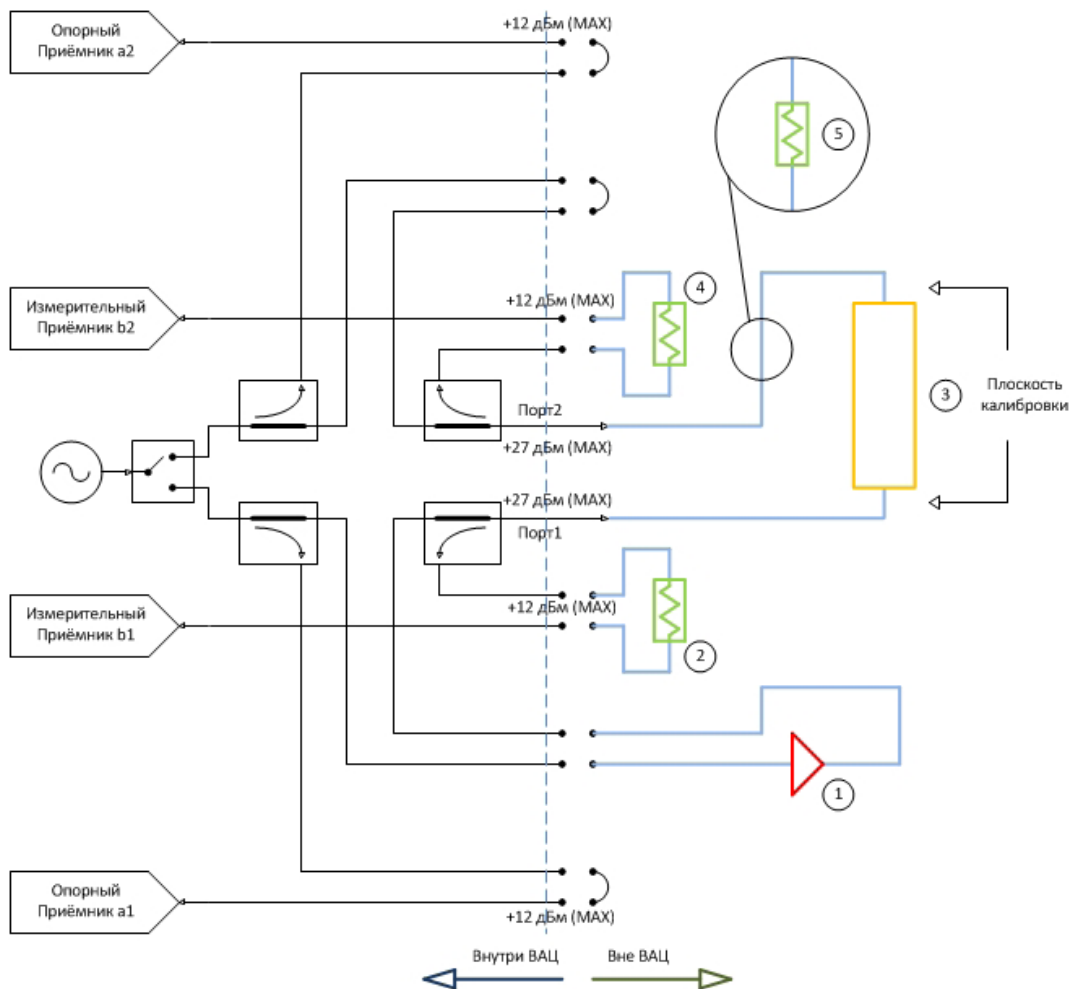

Рис. 4. Схема измерения с опцией «ДПА» (указаны предельно допустимые уровни входных сигналов для каждого порта):
Для измерения коэффициента отражения ИУ, для которых необходим уровень входной мощности выше 10 дБм, необходимо использовать схему измерения, приведенную на рис. 4. Зондирующий сигнал ВАЦ проходит через усилитель (1), внутренний направленный ответвитель и попадает на вход ИУ (3), затем на второй измерительный приемник. Если уровень выходного сигнала ИУ превышает входной уровень линейного режима работы приёмника ВАЦ (10 дБм), то необходимо установить аттенюатор (4), а если превышает предельно допустимый уровень входного сигнала порта ВАЦ (27 дБм), то необходимо установить аттенюатор (5). Отраженный сигнал от ИУ проходит через внутренний направленный ответвитель, аттенюатор (2) и попадает на первый измерительный приемник. Аттенюатор (2) перед первым измерительным приемником устанавливается, если уровень сигнала, отраженного от ИУ выше 10 дБм.
Измерительная схема, изображенная на рис. 5, используется, если необходимо учитывать нестабильность параметров усилителя (коэффициент передачи, выходная мощность). В данной схеме используется внутренний направленный ответвитель, поэтому важно, чтобы уровень сигнала после усиления не превышал 27 дБм. В данном случае сигнал с генератора попадает на усилитель (1), затем в направленный ответвитель (НО) (6). Ответвленный с помощью НО сигнал попадет на опорный приемник. Уровень входного сигнала для опорного приемника не должен превышать -6 дБм, при превышении этого уровня необходимо использовать аттенюатор (7). Дальнейший путь сигнала совпадает со схемой (см. рис. 4).